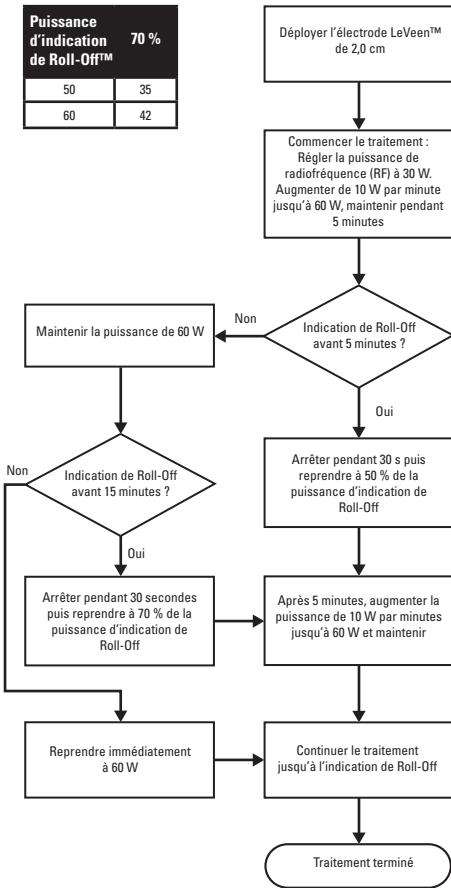

Figure 4. Pour électrode LeVeen de 2,0 cm uniquement
L'ablation totale du tissu cible est obtenue lorsque la dissection du tissu aboutit à un ordre de magnitude croissant dans l'impédance du tissu. Ceci empêche le passage de tout courant de radiofréquence (RF) supplémentaire du générateur. La quantité d'énergie nécessaire pour atteindre une dissection totale et une coagulation dépend du volume de tissu à traiter et de l'effet de dissipation de la chaleur du réseau vasculaire local. Pour atteindre cette dissection du tissu, la puissance de sortie et la durée du traitement peuvent être contrôlées et réglées par le médecin. Les algorithmes applicables à chaque taille de réseau sont fournis uniquement en tant que guides de traitement. (Voir les figures 4 à 8.) Les paramètres de traitement peuvent être modifiés selon l'expérience de l'utilisateur ou les exigences thermiques des types de tissus particuliers.